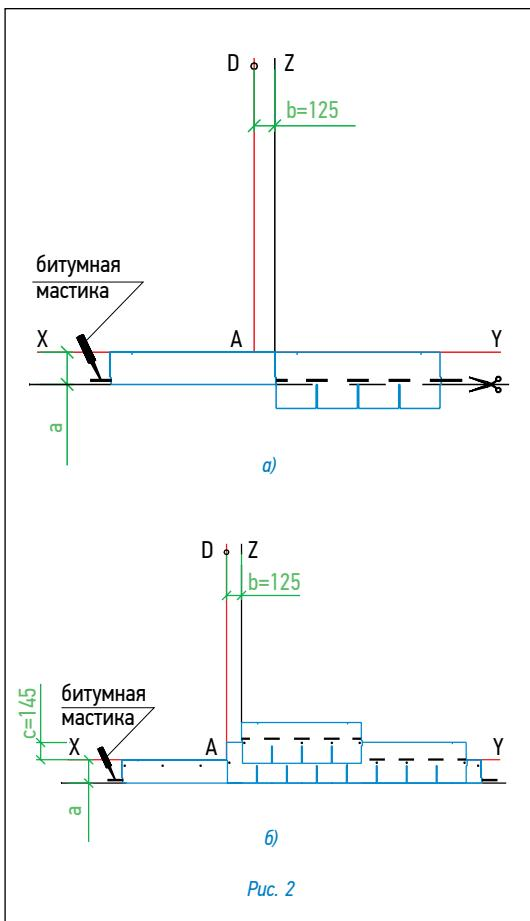

Рис. 2
Укладка материала (рис. 2)
- Начальный ряд формируется из специальной коньково-карнизной черепицы, либо из листов черепицы обрезанных по линии образованной конечными точками вырезов. Элементы начального ряда укладываются по линии карниза в обе стороны от линии Z (рис. 2а) и фиксируются по нижнему краю битумной мастики, а по верхней кромке 4 гвоздями (ось гвоздей на 5 см ниже верхнего края полосы).
- далее первый ряд черепицы укладывается от линии AD (рис. 2б);
- второй ряд укладывается от линии Z (со смещением 12,5 см от AD) (рис. 2б);
Каждый лист черепицы крепится 5 гвоздями в штатных местах (ось гвоздей на линии битумных kleевых полос) таким образом, чтобы гвоздь прошивал и верхний край нижележащего листа черепицы (рис. 2б).